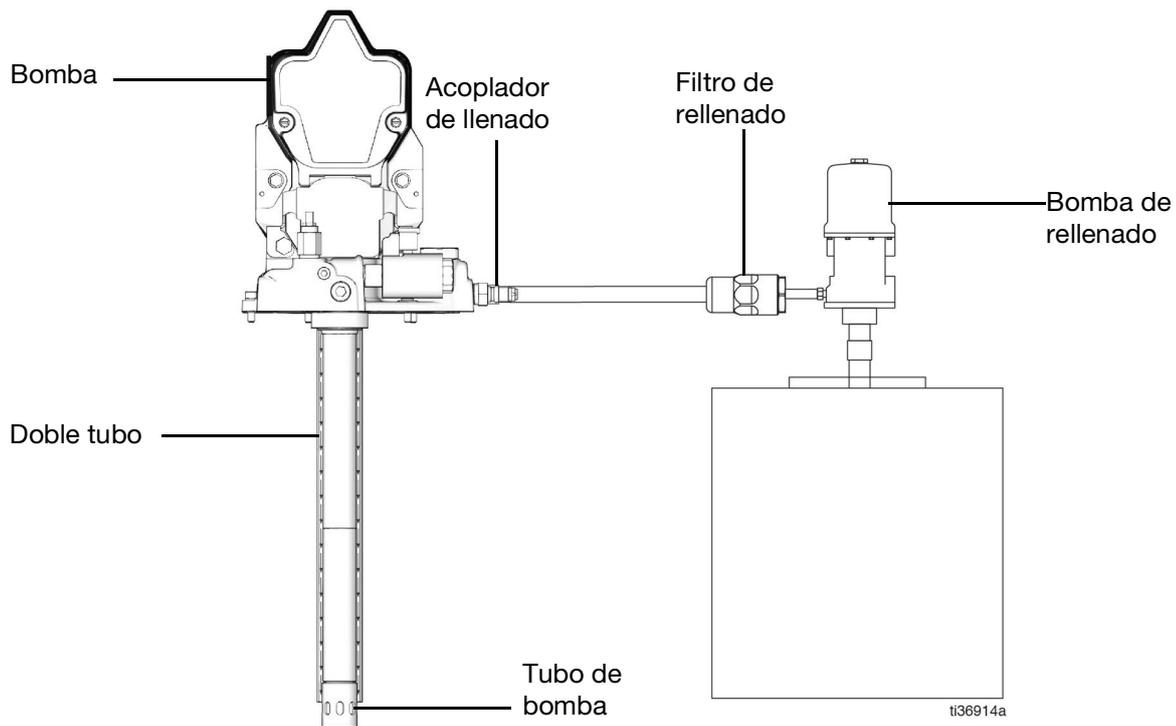

FIG. 3
2. Ponga en marcha la bomba de llenado hasta que salga grasa por la parte inferior del doble tubo (FIG. 3 y FIG. 4).